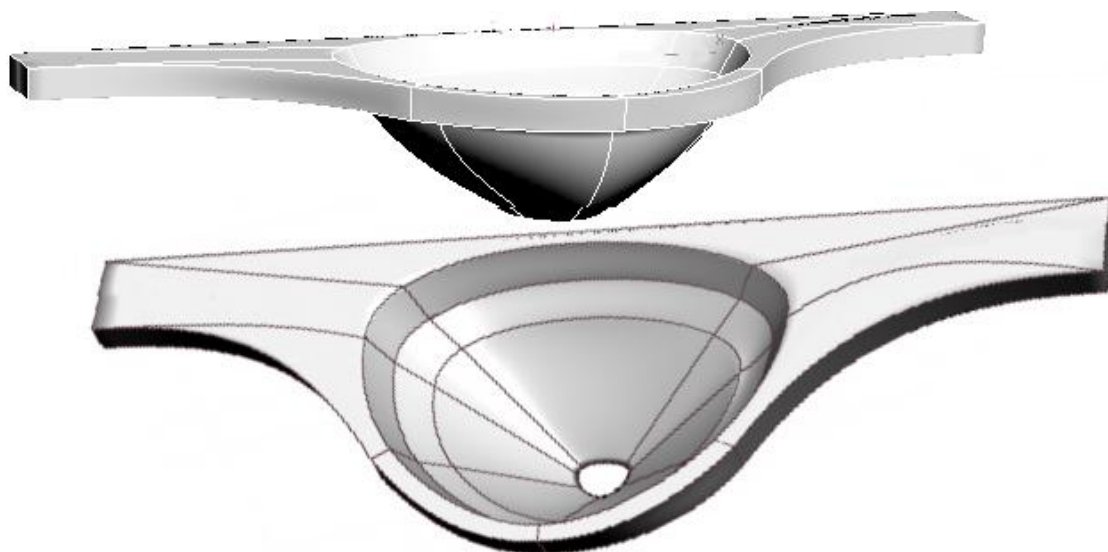

Рис. 8.8. Полученный трехмерный объект
5. Примените модификатор **Surface (Поверхность)** (рис. 8.8).